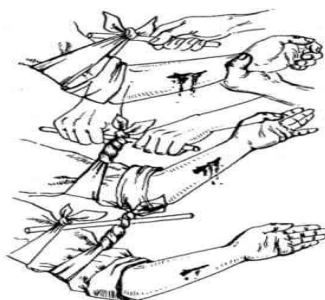

Рисунок 1- Наложение жгута – закрутки.
**Способы оказания ПМП:** сжать артерию путем максимального сгибания конечностей или наложить жгут. Можно попытаться прижать артерию к кости (см. рис. 1).